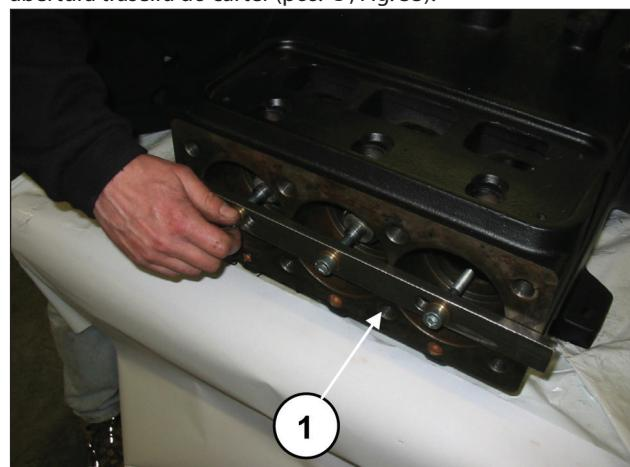
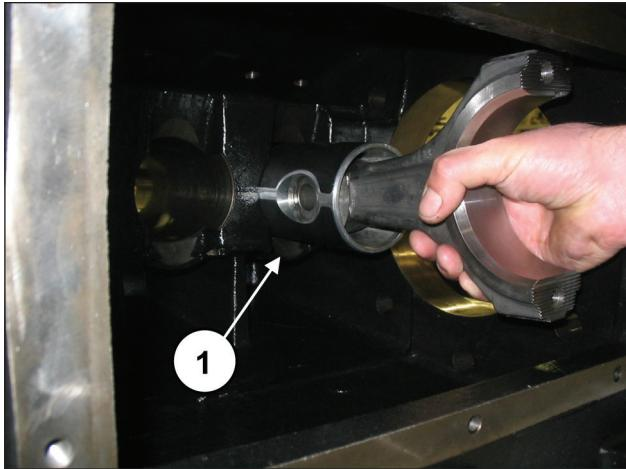

Fig. 32
Fig. 33
Prossiga com o desapertar dos parafusos da ferramenta, cód. 27566200 para desbloquear as bielas (pos. ①, Fig. 32) e, em seguida, extraia os conjuntos de biela-guia do pistão da abertura traseira do cárter (pos. ①, Fig. 33).
Depois de ter verificado a limpeza correta do cárter, insira o conjunto da semi-bielas de guia do pistão no interior dos canos do cárter (pos. ①, Fig. 33).
Bloqueie os três grupos da ferramenta adequada, cód. 27566200 (pos. ①, Fig. 32).
Remova a ferramenta para o bloqueio das bielas, cód. 27566200 (pos. ①, Fig. 32).